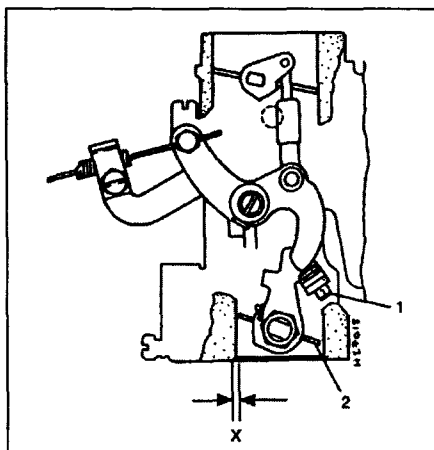

Рис. 4.17 Регулировка пусковых оборотов - с ручным приводом
- 17 За рычаг привода полностью закройте воздушную заслонку. Регулировочный винт упрется в кулачок и принудительно откроет дроссельную заслонку, оставив маленький зазор (рис. 4.17).